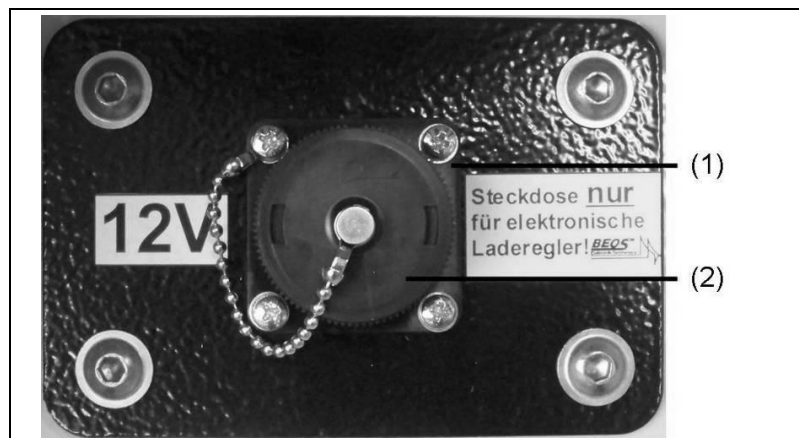

Abb. 5-9: BEOS Ladestrom-Steckdose
1. Schutzkappe (Abb. 5-9-(2)) der Steckdose (Abb. 5-9-(1)) entgegen dem Uhrzeigersinn abschrauben.
6. Schutzkappe (Abb. 5-9-(2)) der Ladestrom-Steckdose durch Drehen im Uhrzeigersinn anschrauben.